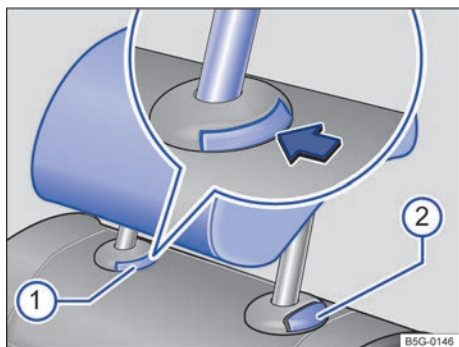

Fig. 76 Apoyacabezas central trasero: desmontaje.
- Pulse la tecla → fig. 76 ① de la guía del apoyacabezas.
- Al mismo tiempo, presione la tecla ② mientras una segunda persona extrae el apoyacabezas completamente.
- Desplace el apoyacabezas hacia abajo a la vez que presiona la tecla → fig. 76 ②.